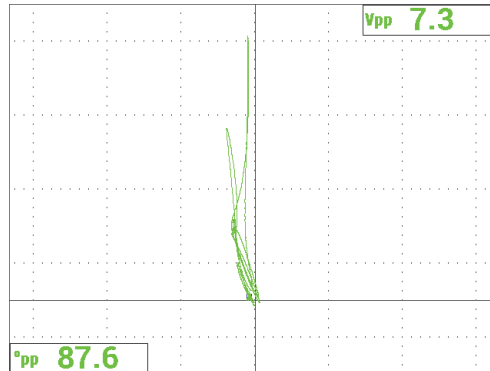

Abbildung 5-36 Signal nach dem Prüfen des ganzen Justierkörpers
- Drücken Sie die Taste FULL NEXT (➡️), um zum Vollbildschirmmodus zurückzuschalten. Koppeln Sie die Sonde an den Justierkörper mit der Ankoppelfläche der Sonde noch parallel zu den Nuten und drücken Sie dann die Direktzugriffstaste A-LIFT NULL (⊕), um den ganzen Justierkörper zu prüfen. Das resultierende Signal wird in Abbildung 5-36 auf Seite 162 angezeigt.